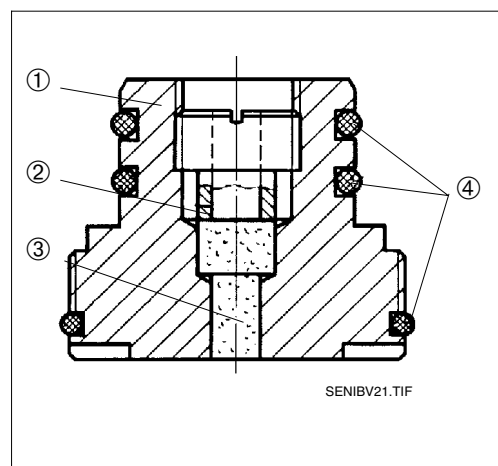

Bild 24: Diaphragmenpatrone DKV-HT
- Das Diaphragma RDV-HT in der Diaphragmenpatrone DKV-HT ist auswechselbar. Mit einem Schraubenzieher kann an der Innenseite der Patrone eine Hohl schraube (siehe Bild 24) entfernt und der Diaphragmeneinsatz nach innen herausgedrückt werden. Nach dem Einbringen des neuen Diaphragmeneinsatzes ist in umgekehrter Reihenfolge zu verfahren.